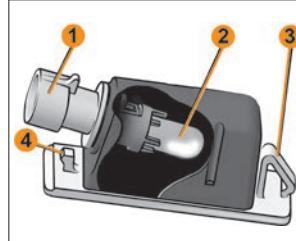

Рис. 17. Фонарь освещения номерного знака
Для замены лампы в фонаре снимите его с автомобиля. В посадочном гнезде фонарь удерживается пружинной защелкой **3** и фиксатором **4** (рис. 17).
– воздействия с левой стороны фонаря, например, лезвием ключа выключателя зажигания, аккуратно сдвиньте его вправо и выведите фиксатор **4** из зацепления (рис. 17);